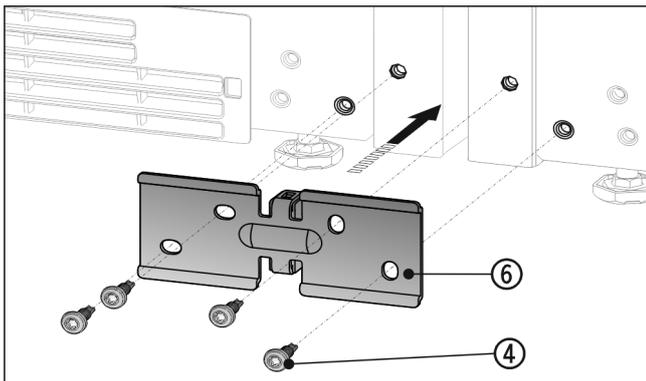

Fig. 15
▶ 使用间隔垫片将角 Fig. 15 (6) 推入设备之间，并使用四颗螺栓 Fig. 15 (4) 旋松。